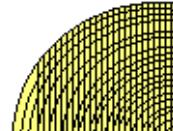

Figura 2
2.º cada cuarto de pieza se trocea en tablas finas según figura 2